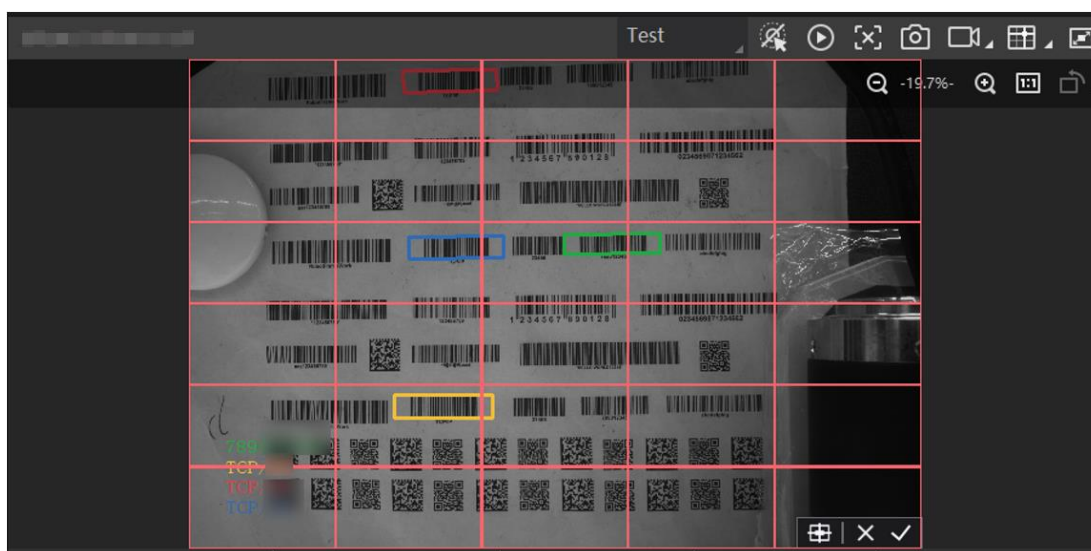

图4-34 棋盘格绘制 ROI
4. 此时预览窗口将展示设置的棋盘格 ROI 区域，如图 4-34 所示。通过如下操作，可以根据实际需求对 ROI 区域进行调整。调整完成后，点击 ☒，此时预览窗口生成棋盘格 ROI 区域，红色边框变为绿色。